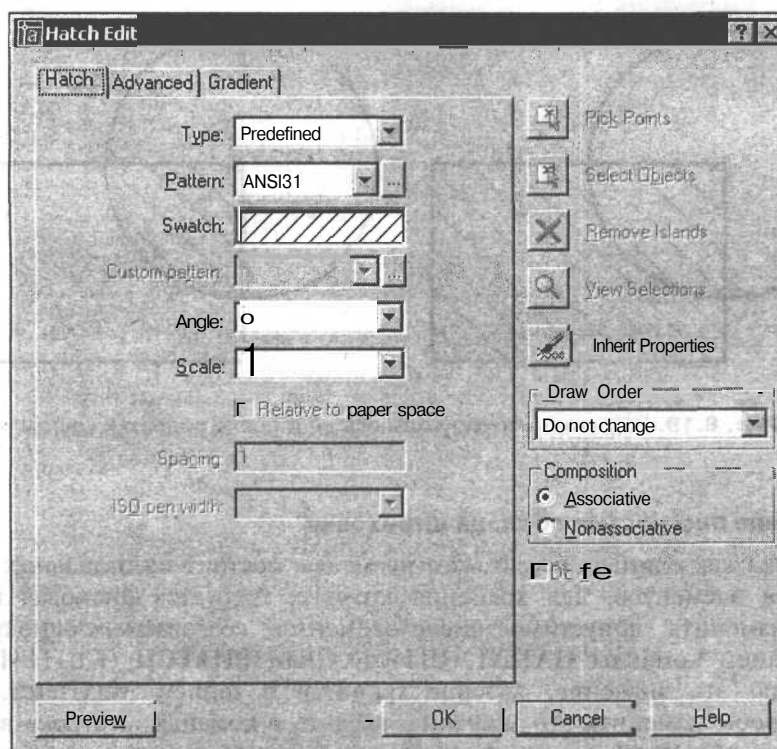

Рис. 8.17. Диалоговое окно настройки редактирования штриховки
2. Выберите редактируемую штриховку. Появится диалоговое окно (рис. 8.17) **Hatch Edit (Редактирование штриховки)**. По внешнему виду окно похоже на диалоговое окно создания штриховки, но с деактивированными кнопками выбора области — они не реагируют на указатель мыши.